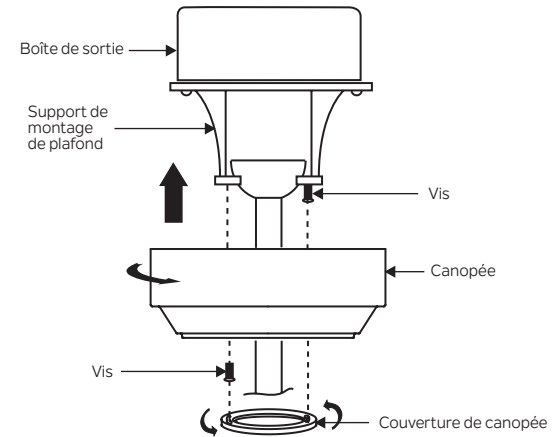

Fig. 15
Étape 2. Faites glisser la verrière jusqu'au support de montage et placez l'une des fentes de trou de clé au-dessus de la vis de montage sur le support de montage. Faites pivoter la verrière jusqu'à ce que la tête de vis se verrouille en place à la section étroite du trou de clé. Voir figure 15.
NOTE: Ajuster les vis de la canopée au besoin jusqu'à ce que la verrière et le couvert forestier soient bien ajustés. (Fig. 15)